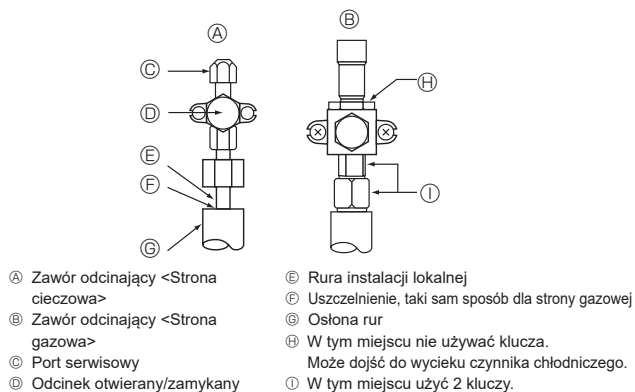

Fig. 4-5
- (2)
4.4. Metoda testowania szczelności rur czynnika chłodniczego (Fig. 4-5)